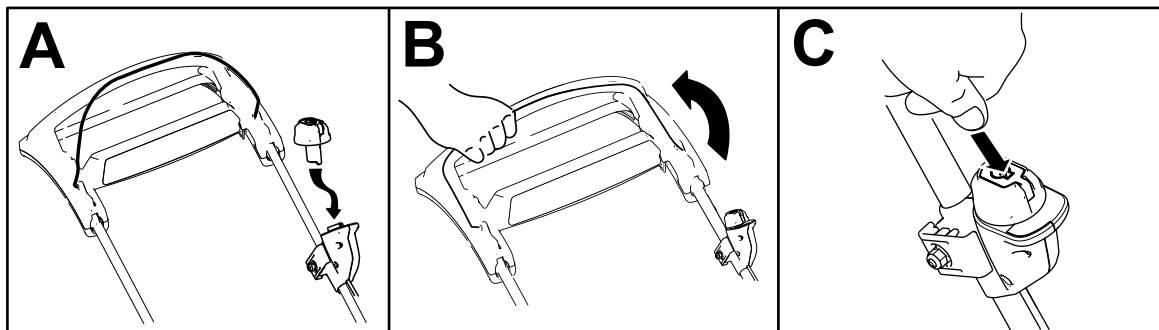

Figure 11
2. Insérez le bouton de démarrage électrique dans le commutateur de démarrage électrique (A de Figure 11).
3. Serrez et maintenez la barre de commande de la lame contre le guidon (B de la Figure 11).
4. Maintenez le bouton de démarrage électrique enfoncé jusqu'à ce que le moteur démarre (C de la Figure 11).